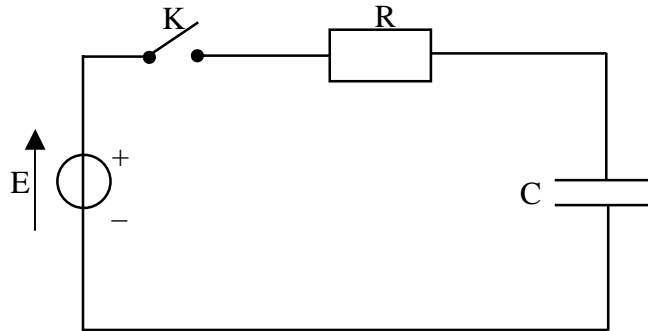

Figure 1
Le montage du circuit électrique schématisé ci-dessous (figure 1) comporte :
Sur le schéma du circuit donné en **ANNEXE (figure 1 à rendre avec la copie)**, une flèche représente le sens de circulation du courant d'intensité  $i$  dans le circuit. Ce sens sera considéré comme le sens positif. Par ailleurs, on note  $q$  la charge de l'armature du condensateur qui se chargera positivement.
- 1.1. En utilisant la convention récepteur, représenter par des flèches sur la figure 1 de l'**ANNEXE** les tensions  $u_C$  aux bornes du condensateur et  $u_R$  aux bornes du conducteur ohmique.